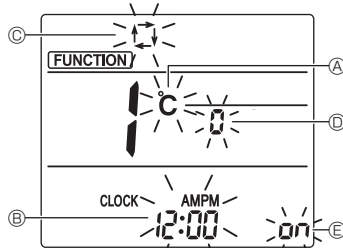

Fig. 7-10
3. Compruebe que se muestra la función N.º "1", y luego pulse el botón SET ③. Se visualizará la pantalla de configuración de la visualización. (Fig. 7-10)